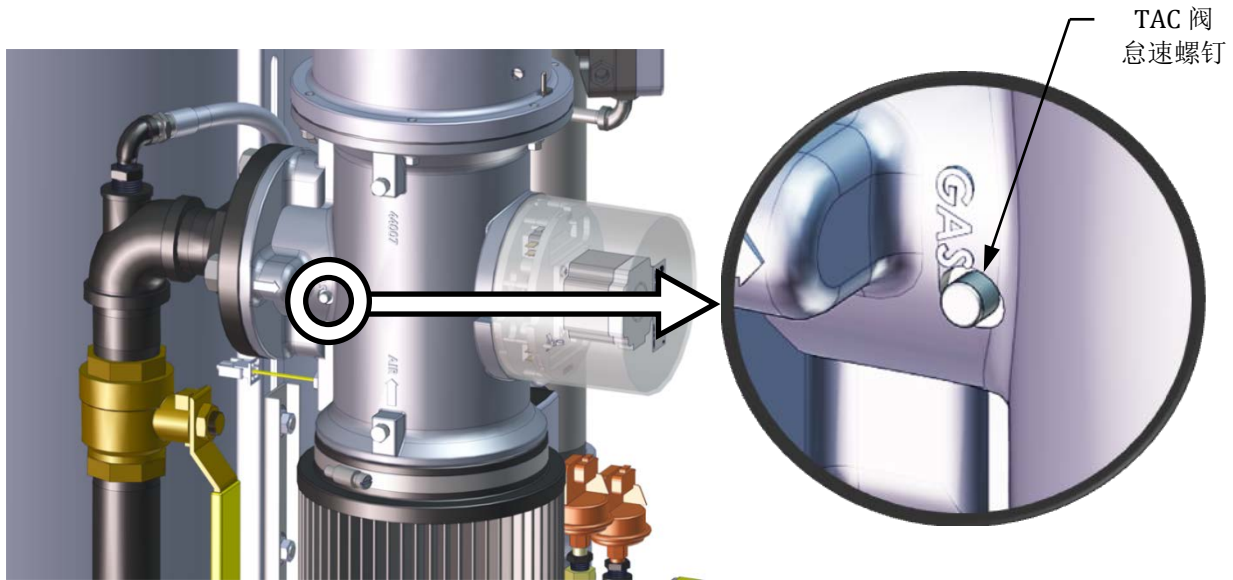

图4-4: TAC 阀调节 (怠速螺钉)
- 如果 16% 阀位时的氧气水平过高, 并且风机电压为最小值, 则可以调节嵌于空气/燃料阀顶部 (参见图 4-4) 的怠速螺钉 (TAC 阀)。顺时针旋转该螺钉 1/2 圈, 增加燃料并将 O2 减至指定的水平。在更改怠速螺钉 (TAC 阀) 后, 必须从 60% 阀位开始至 16% 阀位重新校准。
30. 如果 18% 阀位时的氧气水平过高，并且风机电压为最小值，则可以调节嵌于空气/燃料阀顶部（参见图 4-4）的怠速螺钉（TAC 阀）。顺时针旋转该螺钉 1/2 圈，增加燃料并将 O2 减至指定的水平。在更改怠速螺钉（TAC 阀）后，必须从 50% 阀位开始减至 18% 阀位重新校准。